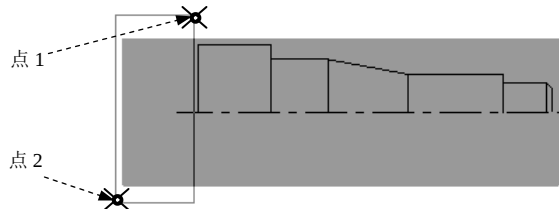
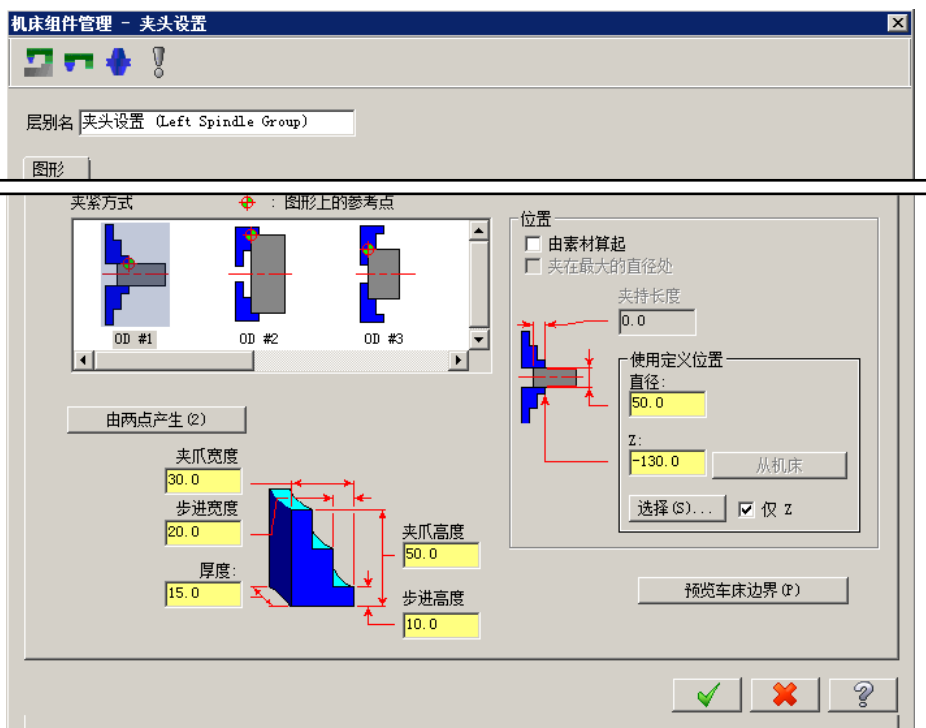
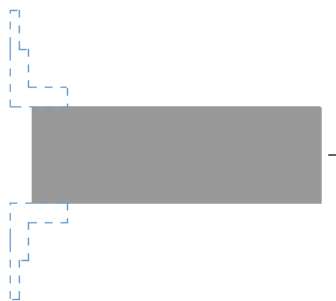

图 13.2.7 定义夹爪位置
图 13.2.8 “机床组件管理-夹头设置”对话框
图 13.2.9 预览夹爪形状和位置
Step5. 设置夹头尺寸。在“机床组件管理-夹头设置”对话框中单击 **由两点产生** 按钮, 然后在图形区选取图 13.2.7 所示的两点 (两点的位置大致如图所示即可), 系统返回到“机床组件管理-夹头设置”对话框, 如图 13.2.8 所示。设置图 13.2.8 所示的参数, 单击 **预览车床边界** 按钮查看夹爪, 结果如图 13.2.9 所示。按 Enter 键, 然后在“机床组件管理-夹头设置”对话框中单击 **✓** 按钮, 返回到“机器群组属性”对话框。